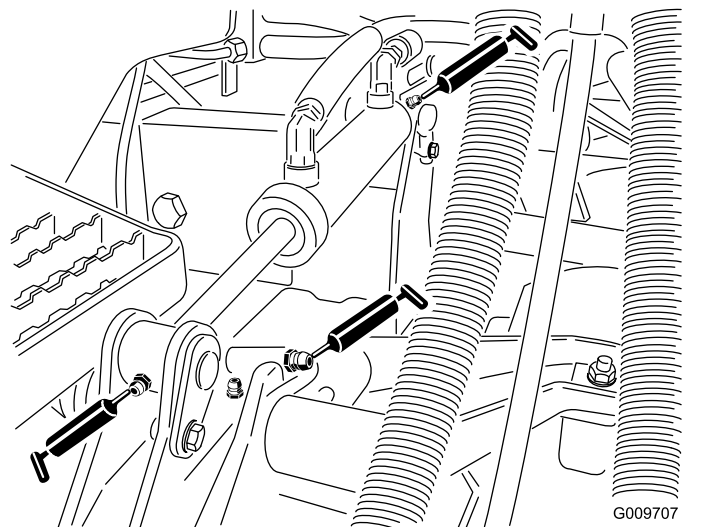

Bild 46
- Hubarmbüchsen (1 pro Mähwerk), wie in Bild 46 abgebildet
- Hubzylinder-Büchsen (2 pro Mähwerk), wie in Bild 46 abgebildet